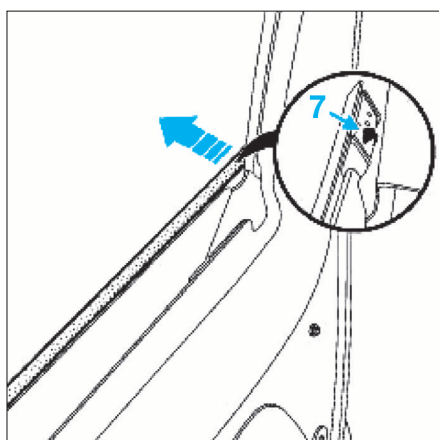

FIG. 89
- Déclipser le clips (7) à l'aide d'une pointe à tracer ou d'un petit tournevis plat (Fig.89).